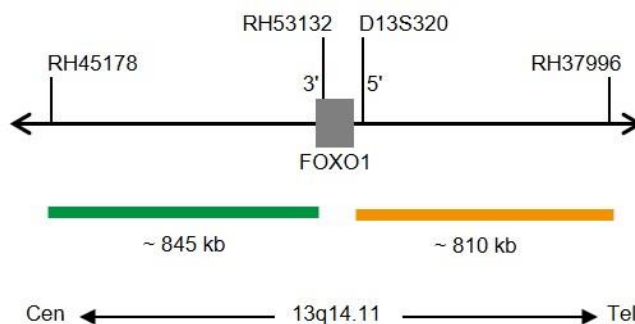

Fig. 1: SPEC FOXO1 Mappa della sonda (non in scala)
- Polinucleotidi (~10 ng/μl) marcati con ZyGreen (eccitazione 503 nm/emissione 528 nm), le cui sequenze target mappano in 13q14.11* (chr13:40,285,558-41,132,595) prossimali al punto di rottura di FOXO1 (vedere Fig. 1).
- Polinucleotidi (~4.5 ng/μl) marcati con ZyOrange (eccitazione 547 nm/emissione 572 nm), le cui sequenze target mappano in 13q14.11* (chr13:41,246,917-42,054,781) distali al punto di rottura di FOXO1 (vedere Fig. 1).